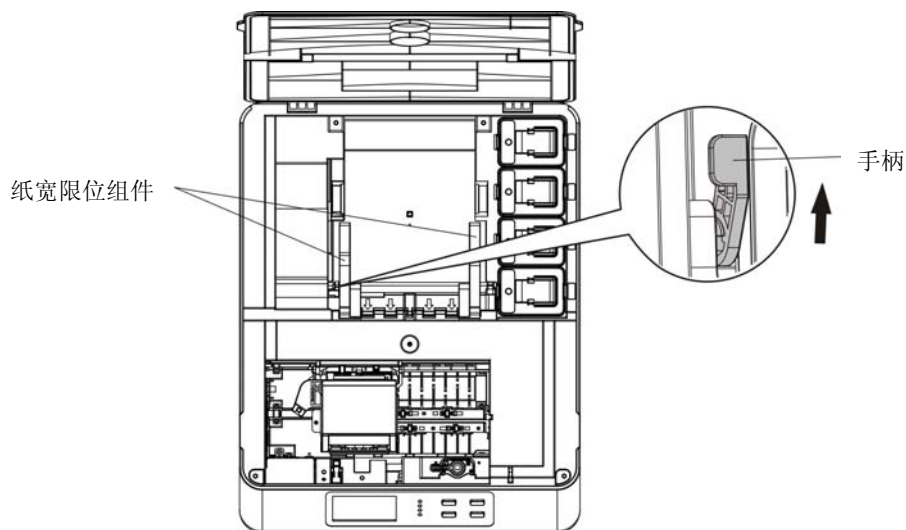

图 3-2 松开手柄示意图
(2) 如图 3-2 所示按箭头方向松开手柄，使纸宽限位组件处于可调整状态。